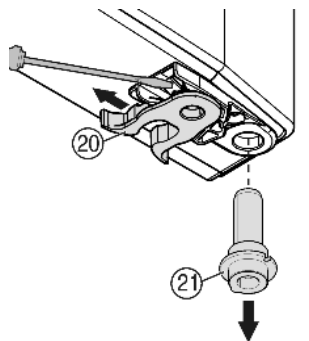

Fig. 9
- ▶ переставити Fig. 9 (20) пружинний затискач: Натиснути язичок защіпки вниз, зняти з нього пружинний затискач.
- ▶ Вийміть гвинт Fig. 9 (21) із втулки дверцят і вставте разом із шайбою на протилежному боці. Язичок защіпки повинен бути спрямований до внутрішньої сторони дверцят, надріз — до зовнішньої сторони.
- ▶ Поверніть нижню частину дверцят і вставте гвинт Fig. 9 (21) в опорний кронштейн. У разі необхідності покрутіть гвинт до його фіксації.